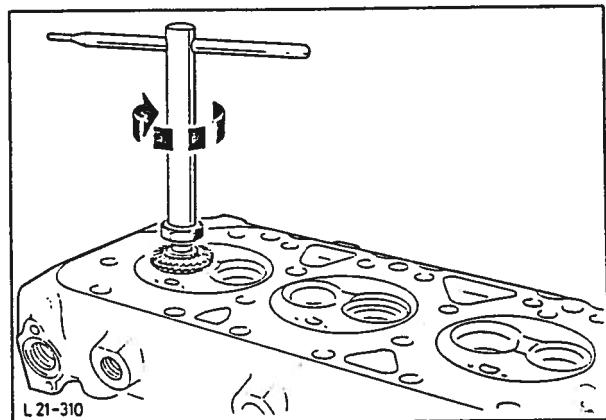
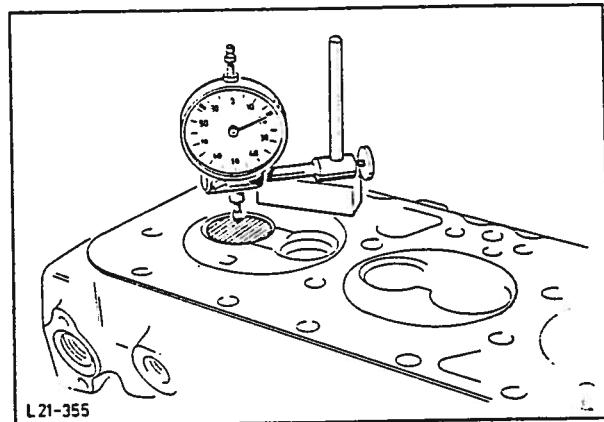

Fig. 137 Fresing av ventilsete.
Fig. 138 Måling av ventilens dybde i topplokket.
1. Fres ventilsetet med en vanlig setefres, fig. 137. Fres deretter ventilsetet på nytt for å oppnå riktig bredde med korrekt fres og mål ventilhodets dybde under topplokksflaten, fig. 138.